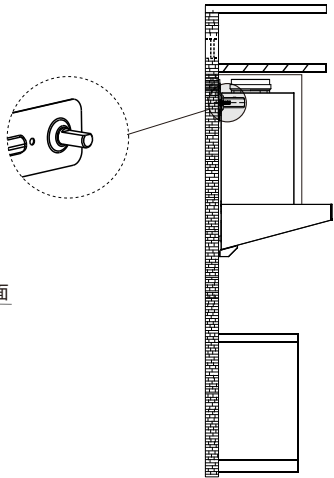

图5(单位:mm)
- 将吸油烟机风柜背部圆孔对准挂钩伸出的两个螺杆,将吸油烟机平推到背部贴紧墙先放垫片、再放弹垫、最后用螺母锁紧(图5)。